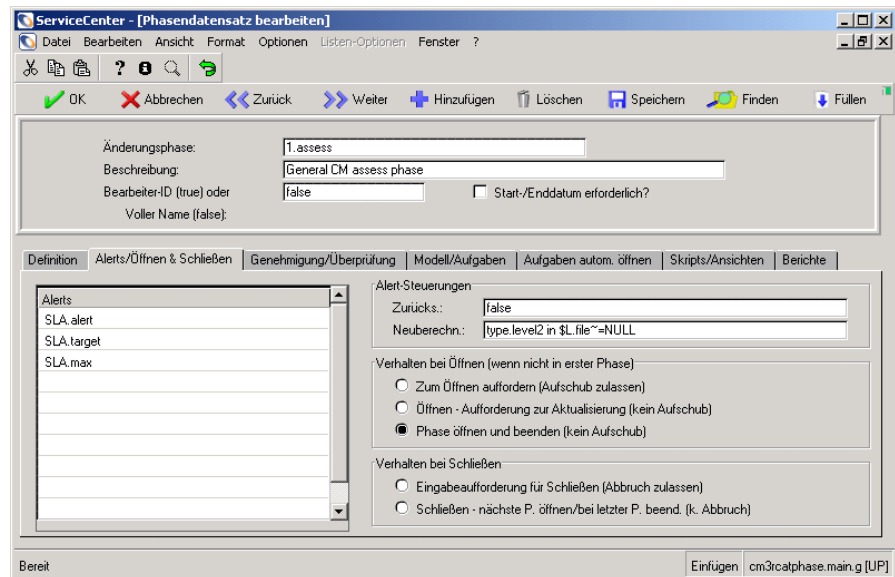

Abbildung 10-75: Alert-Steuerungen der Phasendefinition
- 4 Klicken Sie auf das Register **Alerts/Öffnen Schließen**. Abbildung 10-75 auf Seite 500 zeigt die Alert-Steuerungen der Phasendefinition.